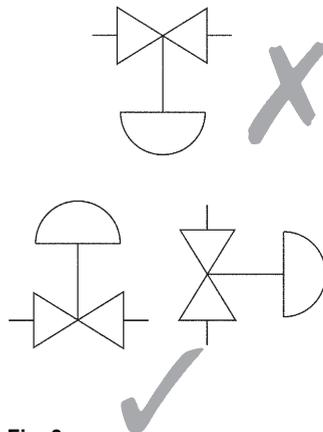

Fig. 3
- 3.3 Determinare la corretta posizione di installazione e la direzione di flusso del fluido. La valvola deve essere installata preferibilmente lungo una tubazione orizzontale con la valvola montata sopra il tubo (vedi Fig. 3). Quando si monta un attuatore sul corpo della valvola occorre anche seguire le Istruzioni di installazione e manutenzione dell'attuatore stesso.